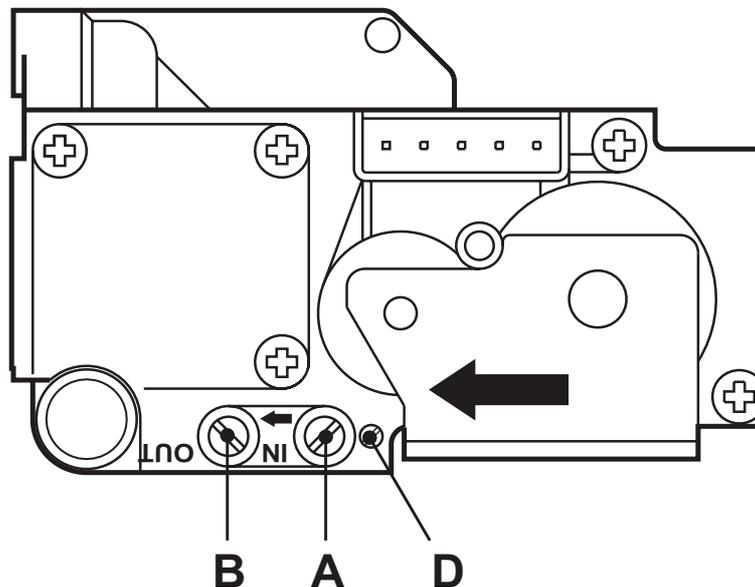

fig. 15 - Válvula de gas
- Conectar un manómetro apropiado a la toma de presión **B** fig. 15 situada aguas abajo de la válvula de gas
- Regular la presión mínima con el tornillo "**D**" fig. 15 (girar a la derecha para disminuirla y a la izquierda para aumentarla).